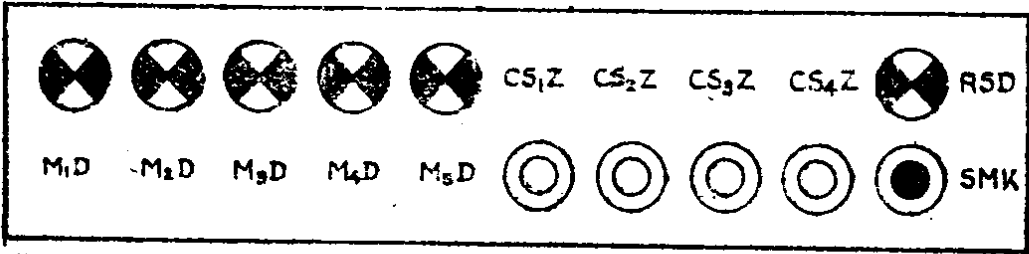

图 1-2-2 AX板的控制板面图
①机架顶部是端子板，一共4块。自左往右数，顺序是A端子板，B端子板，C端子板，D端子板。（注意：机架板面图是面对机架所看到的位置，以后如不注明，一律是面对机架）。
②端子板下面一共有4台接线器。从上往下数，顺序是AX₁、AX₃、AX₂、AX₄（请注意：是1、3、2、4；而不是1、2、3、4）。
③接线器下面是熔丝机板。一共有4块熔丝块。每个熔丝块上装有10个小保险。从左往右数顺序是熔丝1、熔丝2……熔丝10；熔丝11、熔丝12……熔丝20……熔丝30……熔丝40。每个熔丝胶木座上都有一个颜色点，用以区分容量的大小。其中黄色点的为0.7A；绿色点的为1.3A，红色点的为2A。
④熔丝机板下面是控制面板。为了清楚一些，我们将这部分板面图放大，见图1-2-2所示。